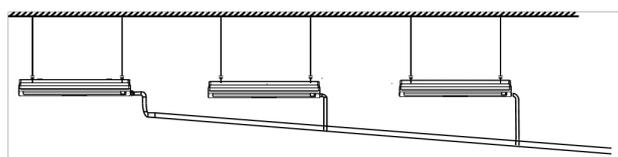

Figura 5.2
7. Quando a saída do tubo de condensados for mais alta que a ligação do tubo de sucção de água, tente manter o tubo de condensados o mais vertical possível, e os acessórios de ligação da saída de água dobram-se de modo a que a altura do tubo de descarga de água fique a menos de 1000 mm da base da bandeja de drenagem. Caso contrário, haverá um fluxo de água excessivo quando o aparelho parar. Veja a Figura 5.2.